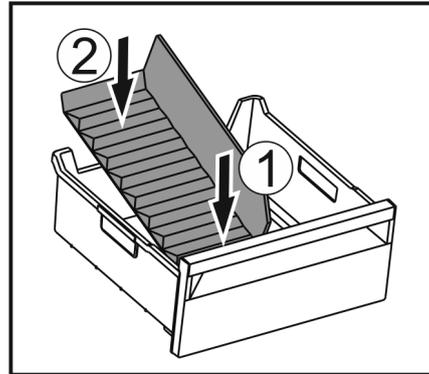

Fig. 132
- ▶ 装入冰格分隔器前部。 Fig. 132 (1)
- ▶ 将冰格分隔器后部放低至抽屉底板。 Fig. 132 (2)